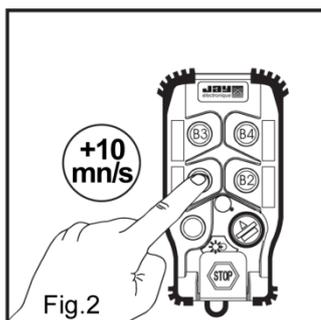

Fig.2
- 4- Sélectionner le nouveau canal avec les boutons B1 et B2 (fig.2&3).
- 4- Sélectionner la nouvelle durée avec les boutons B1 et B2 (fig.2&3).
- 4- Sélectionner le verrouillage ou le non verrouillage par appui sur le bouton B2 ; le mode sélectionné est répercuté sur l'affichage des voyants (fig.2&3).
4- Actionner le bouton marche afin de réaliser la programmation automatique du code d'identité : les deux voyants de l'émetteur s'éteignent (fig.2). L'information "code d'identité" est recopiée depuis la clé électronique vers la mémoire de l'émetteur